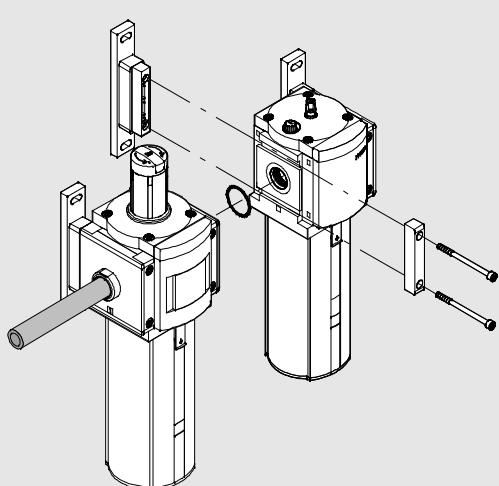

Рис. 2
- Отрегулируйте вертикальное положение MS12-LOE... с допуском $\pm 5^\circ$. При сборке с уже имеющимся устройством подготовки воздуха той же серии (см. рис. 2):